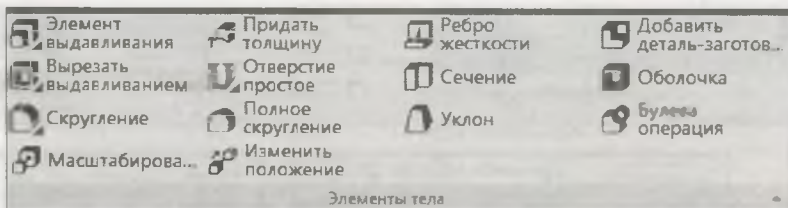

Рис. 18.10. Панель инструментов Элементы тела
- Панель инструментов **Элементы тела** (рис. 18.10) — содержит кнопки команд, с помощью которых можно не только выполнять операции выдавливания, вращения, кинематическую, по сечениям, но и добавить к основанию модели дополнительные элементы (бобышки, отверстия, скругления, ребра жесткости, создать уклон), провести такие операции, как сечение плоскостью, масштабирование и т. д.;